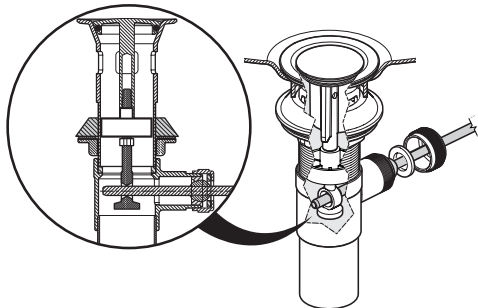

Fig. 12.1
- Raccorder le **drain** à la **tige de levage** du robinet. La **tige horizontale** passe à travers l'**anneau du boulon incrochetable** et retient le **bouchon** dans le drain (fig. 12.1).
- Connect the **drain** to the **lengthened lift rod**. The **horizontal rod** passes through the **burglarproof bolt loop** and the **stopper** is locked in the drain (fig. 12.1).